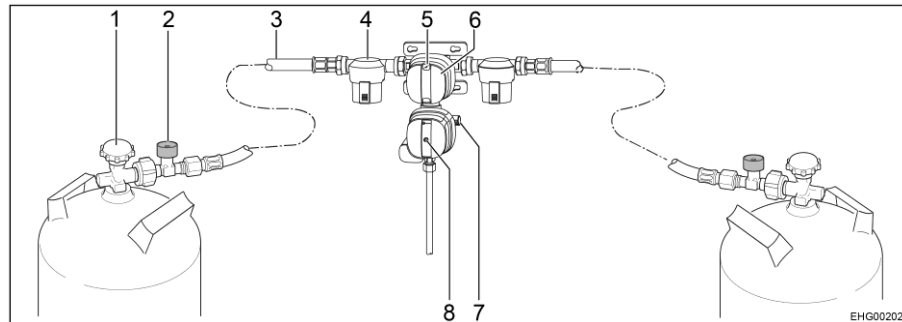

Fig. 92 Système de réglage de la pression de gaz de sécurité DuoControl CS
Le système de réglage DuoControl se compose d'une valve de commutation et d'un capteur de crash. Le système de réglage DuoControl est monté entre les tuyaux haute pression (Fig. 92,3) avec une sécurité de rupture de tuyau (Fig. 92,2). Un bouton rotatif (Fig. 92,6) situé sur la valve de commutation permet de définir laquelle des bouteilles de gaz est celle de service et laquelle est celle de réserve.
L'état de l'alimentation en gaz est affiché sur le regard (Fig. 92,5) :
Le capteur de crash coupe l'arrivée du gaz en cas de secousses importantes (par exemple accident). L'état de service du capteur de crash est reconnaissable à la position du bouton Reset jaune (Fig. 92,8) :
- Quand le bouton Reset jaune (Fig. 92,8) est enfoncé, le capteur de crash est opérationnel.
- Quand le bouton Reset jaune (Fig. 92,8) n'est pas enfoncé, le capteur de crash **n'est pas** opérationnel. Mise en service voir ci-dessous.
La sécurité de rupture de tuyau (Fig. 92,2) coupe l'arrivée de gaz quand le tuyau raccordé se rompt. La sécurité de rupture de tuyau s'active en appuyant sur la touche verte.
- Choisir la bouteille de gaz avec le bouton rotatif (Fig. 92,6) de la valve de commutation à partir de laquelle le gaz sera utilisé principalement (bouteille de service). Toujours tourner le bouton rotatif à fond.
- Ouvrir les robinets principaux (Fig. 92,1) des bouteilles de gaz.
- Appuyer sur la touche verte de sécurité de rupture de tuyau (Fig. 92,2) pendant environ 5 secondes. Le repère vert est affiché sur le regard (Fig. 92,5).
- Quand le capteur de crash s'est déclenché (le bouton Reset jaune (Fig. 92,8) n'est pas enfoncé) :
Enfoncer fermement le bouton Reset (Fig. 92,8), le tourner légèrement dans le sens des aiguilles d'une montre et le maintenir environ 5 secondes enfoncé. S'assurer que le bouton Reset reste en position enfoncée ("opérationnel").
- Fermer les robinets principaux (Fig. 92,1) des bouteilles de gaz.
Le voyant de contrôle vert (Fig. 93,6) s'éteint durant le fonctionnement et le voyant de contrôle rouge (Fig. 93,5) s'allume quand la bouteille de service est vide et doit être remplacée. Le repère rouge est indiqué sur le regard (Fig. 92,5) de la bouteille de gaz correspondante. La bouteille de réserve alimente les appareils à gaz.
- Tourner le bouton rotatif (Fig. 92,6) à fond en direction de la bouteille de gaz actuellement utilisée. Cette bouteille de gaz devient alors la bouteille de service, la bouteille vide devient celle de réserve. Le repère dans le regard (Fig. 92,5) passe du rouge au vert.
- Fermer le robinet principal (Fig. 92,1) de la bouteille de gaz vide. Observer le sens de la flèche.
- Appuyer sur la touche verte de la sécurité de rupture de tuyau (Fig. 92,2).